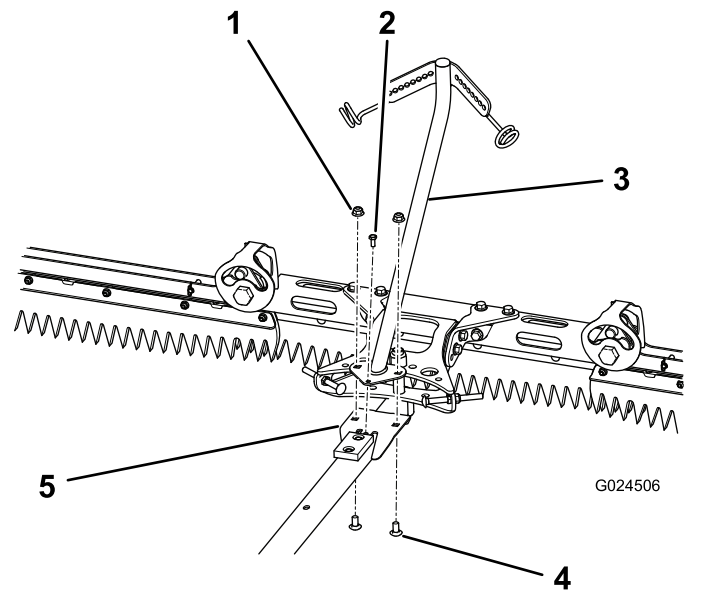

Bild 8
1. Fluchten Sie die Löcher in der Platte unten am Ausleger mit den Löchern in der Platte aus, die sich hinten an der Deichsel befindet (**Bild 8**).